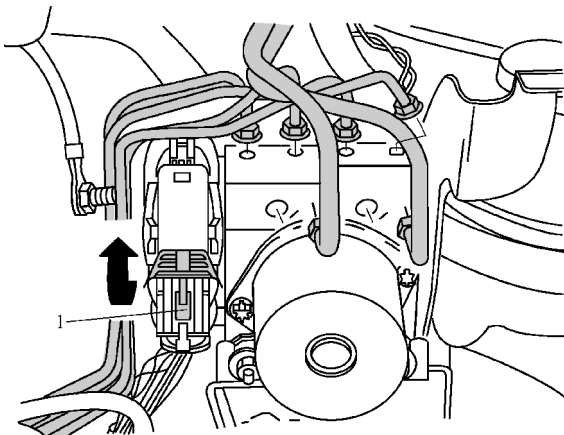

图 3-2-8 松脱控制单元上的插接器并将其拔出
6) 松脱控制单元上的插接器，沿箭头推动锁止把手并拔出插接器，如图 3-2-8 所示。